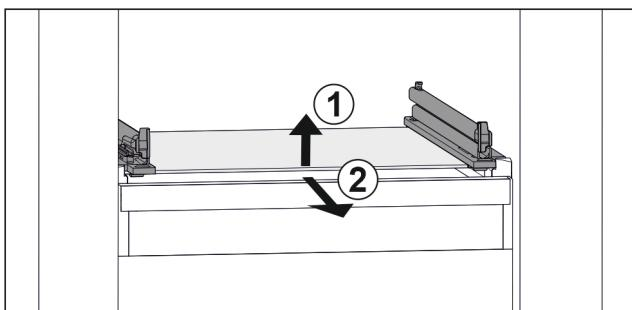

Fig. 72 Primjerni prikaz staklene ploče
- Staklenu ploču podignite sprijeda. Fig. 72 (1)
- Izvadite staklenu ploču prema naprijed. Fig. 72 (2)